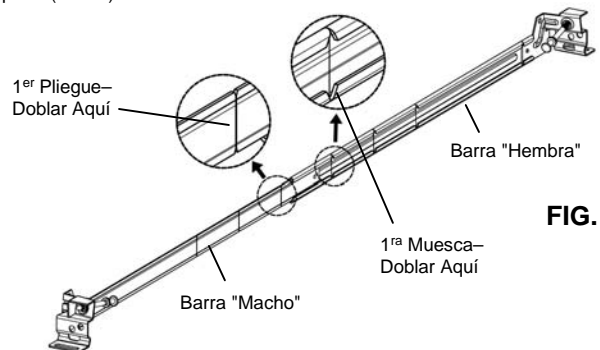

FIG. 2
- Abre las barras lo más posible. (FIG. 2)
- Dobla hacia adelante y hacia atrás en el 1er pliegue desde el centro, la barra "macho" de cada barra para colgar, hasta que se separe. Dobra la barra "hembra" hacia adelante y hacia atrás, en la 1ra muesca desde el centro, hasta que se separe. (FIG. 2)